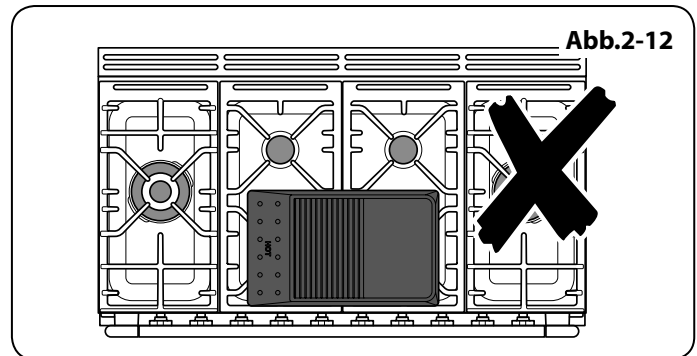

Abb.2-12
- ⚠ **Die Platte nicht quer aufsetzen – sie passt nicht richtig und wird dadurch instabil (Abb.2-12).**